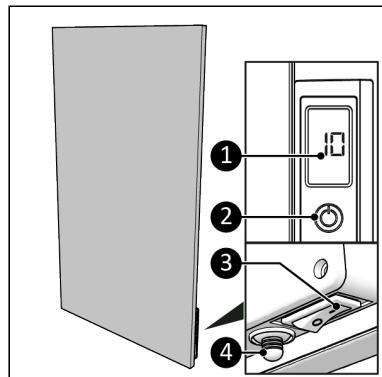

Figure 44.
1. Stellen Sie den EIN/AUS-Schalter auf EIN (Figure 44, Pos. 3).
2. Drücken Sie den EIN/AUS-Schalter auf der Schalttafel (Figure 44, Pos. 2) oder auf der Fernbedienung.
3. Die Anzeige (Figure 44, Pos. 1) zeigt zunächst für 3 Sekunden die eingestellte Temperatur und dann die Umgebungstemperatur an.